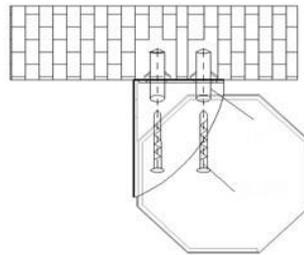

図 5
2. 天井にドリルで開けた 4 つの穴に壁用アンカーを挿入し、ネジをエンドキャップの穴からアンカーに通し、アンカーが取れないようしっかりとネジを締めます(図 5)。